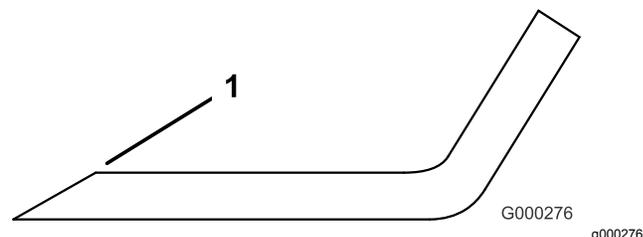

Рисунок 133
- Заточите режущие кромки, если они затупились или имеют (Рисунок 133).